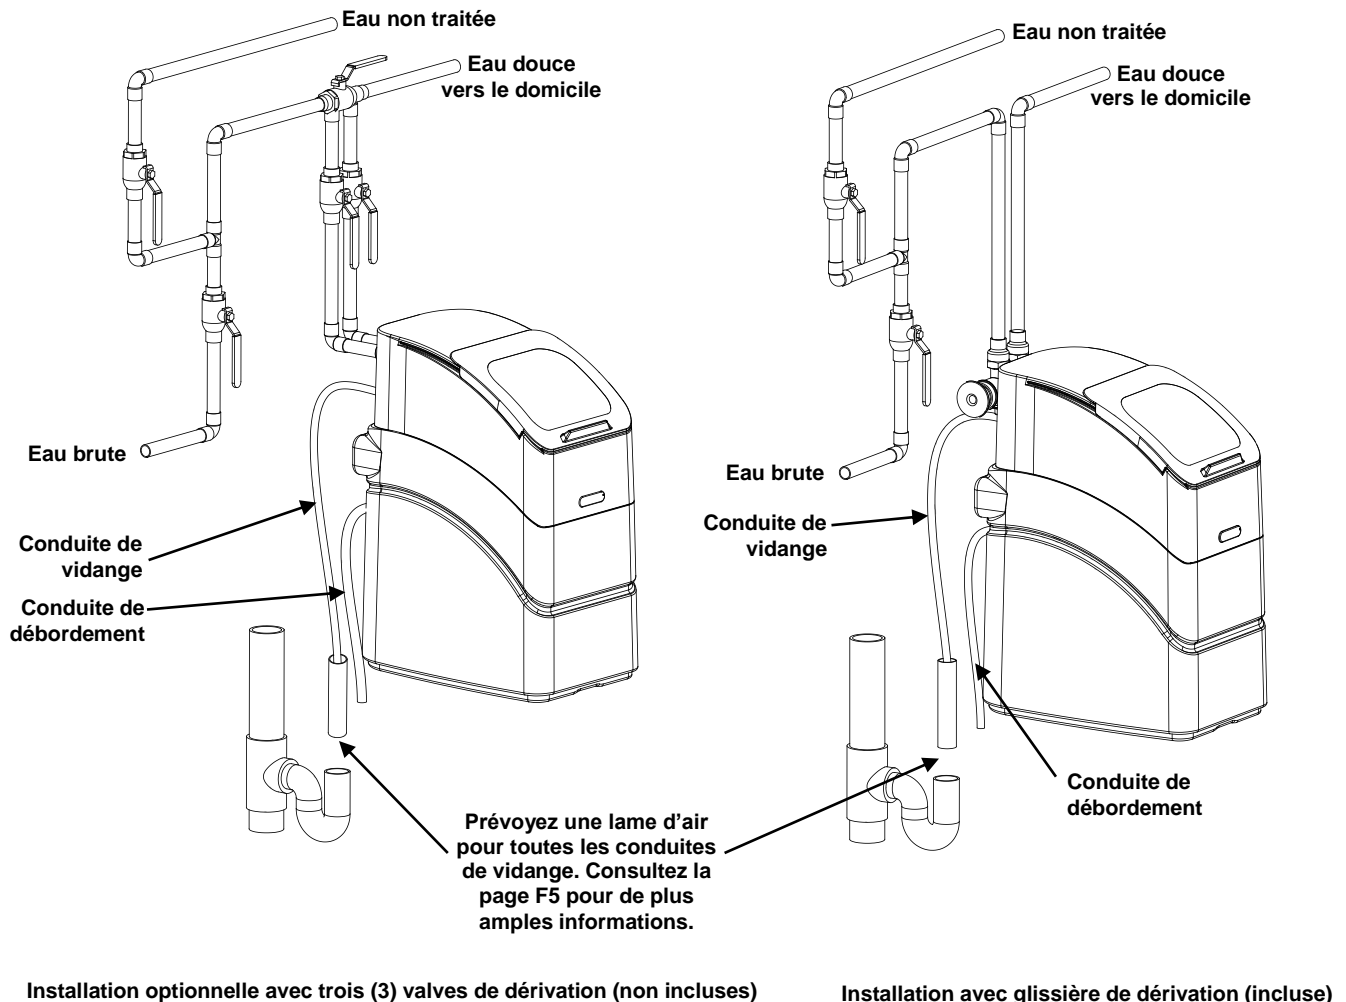

Figure 1
**Important:** reportez-vous au schéma d'installation type (figure 1, page F3) avant de commencer l'installation.
Reportez-vous à la présentation d'une installation type (figure 1) à la page F3.